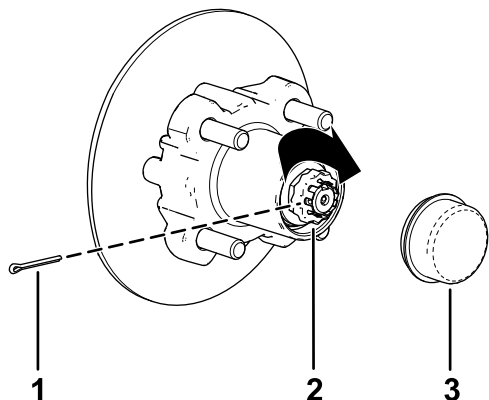

Figura 35
8. Montate il fermo sul dado e controllate l'allineamento della scanalatura sul fermo con il foro del mandrino per la coppia (Figura 35).
9. Montate la coppiglia e piegate ciascuna asticella attorno al fermo (Figura 35).
10. Montate il coperchietto antipolvere sul mozzo (Figura 35).